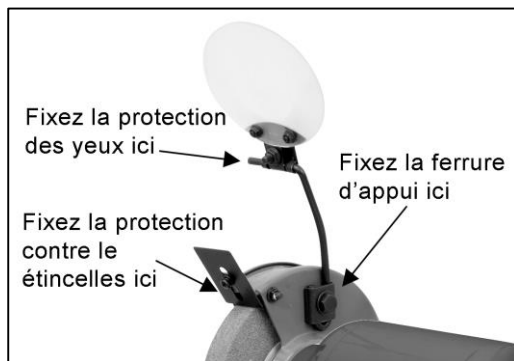

Fig. 3
1. Utilisez la vis et la rondelle de 5 mm comprises et installez la protection contre les étincelles de la façon décrite à la figure 3.